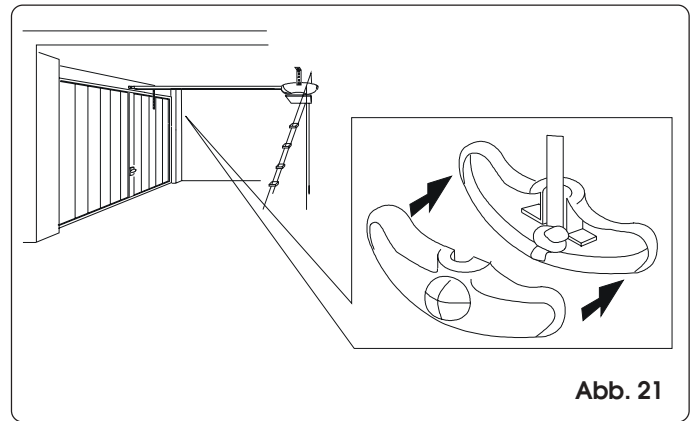

Abb. 21
- 2) Verknoten Sie das Seilende und verbinden Sie es mit dem Entriegelungsgriff (Abb. 21).